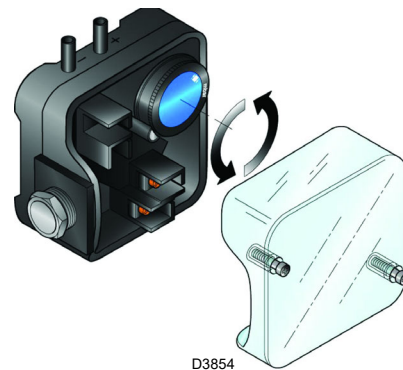

Abb. 23
- Stellen Sie den Luftdruckwächter auf den Skalenanfang ein (Abb. 23).